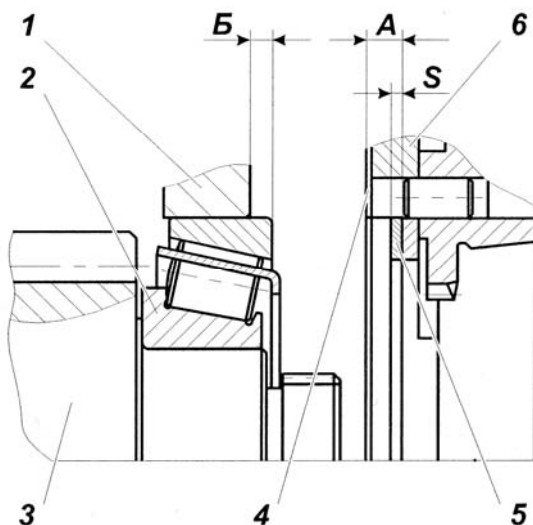

Рис. 105:
3.1 Замерить абсолютные величины размеров А (между торцами уплотнительной прокладки и проставки) и Б (между торцами картера и подшипника) рис. 105. При этом, торец ступицы шестерни привода промежуточного вала должен быть плотно (под усилием собственного веса вала) прижат к торцу технологического приспособления, а наружное кольцо заднего подшипника - к роликам.
4 Демультипликатор с установочными прокладками, подобранными по п. 3, пристыковать к картеру коробки передач, обеспечив затяжку болтов крепления демультипликатора к коробке передач с $M_{кр}=215,74...274,5$ Н·м (22...28 кгс·м). Перед установкой демультипликатора на уплотнительную прокладку поз. 5 (рис. 105) с обеих сторон нанести герметик УГ-9 ТУ 6-01-1326-86 или УГ-6 ТУ 6-01-1285-84 непрерывной полосой шириной 2...3 мм по контуру.